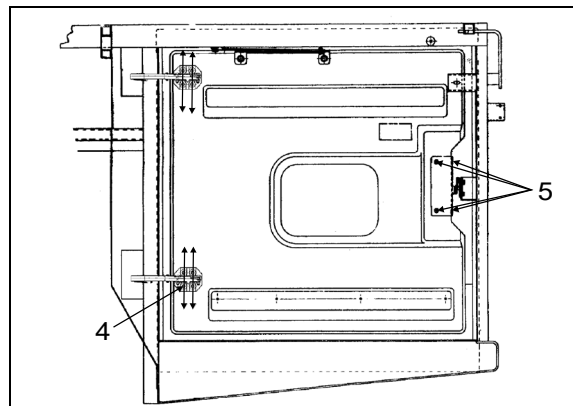

FIGURE 77 : PORTE DU COMPARTIMENT MOTEUR18633_1
8. Desserrer les vis (4, Figure 77).